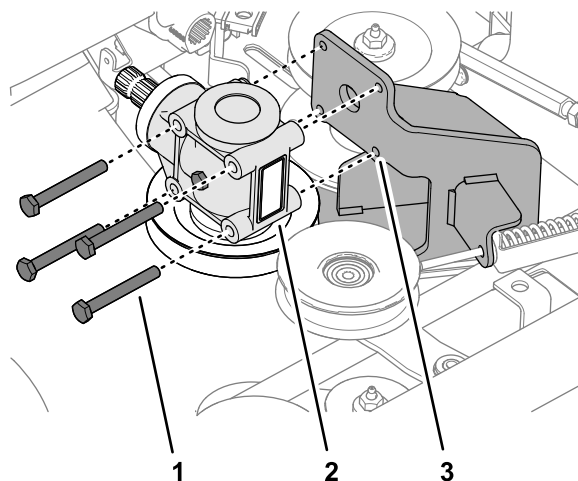

Figure 118
2. Retirez les 4 boulons qui fixent le boîtier d'engrenages du plateau de coupe à son support (Figure 118).
1. Alignez les trous du boîtier d'engrenages du plateau de coupe et ceux du support du boîtier ; voir la Figure 118 sous Dépose du boîtier d'engrenages (page 80).